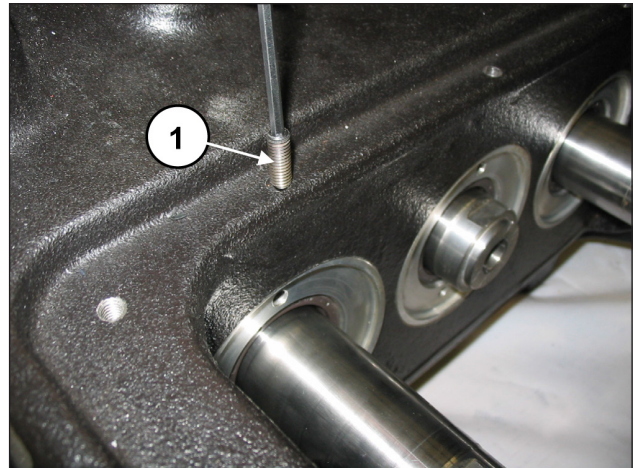

Abb. 3
Lösen Sie die Stiftschrauben M6 der drei Ölabstreifring-Deckel (Pos. ①, Abb. 3).